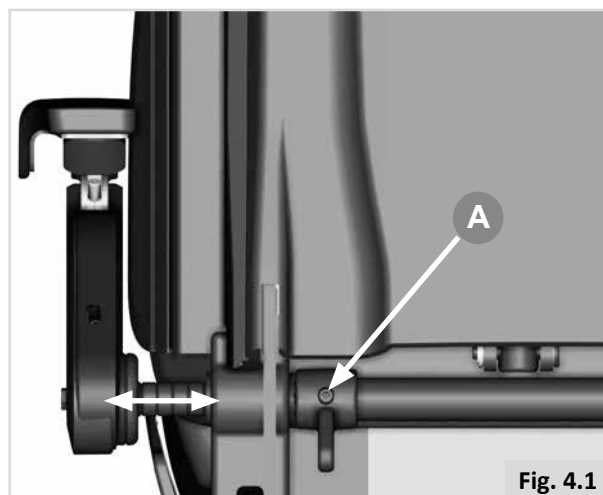

Fig. 4.1
- Afloje los cuatro tornillos (con una llave Allen de 5,0 mm) ubicados en el tubo transversal, tal como se muestra en la (Fig. 4.1 - A).